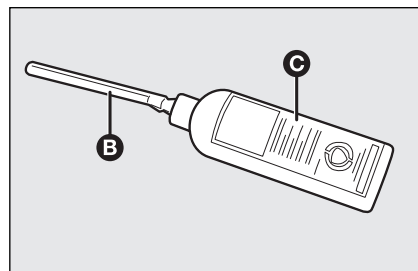

fig. 14
- avvitare il tubo flessibile di riempimento **B**-fig. 14 al beccuccio e successivamente avvitarlo alla bottiglia **C**;